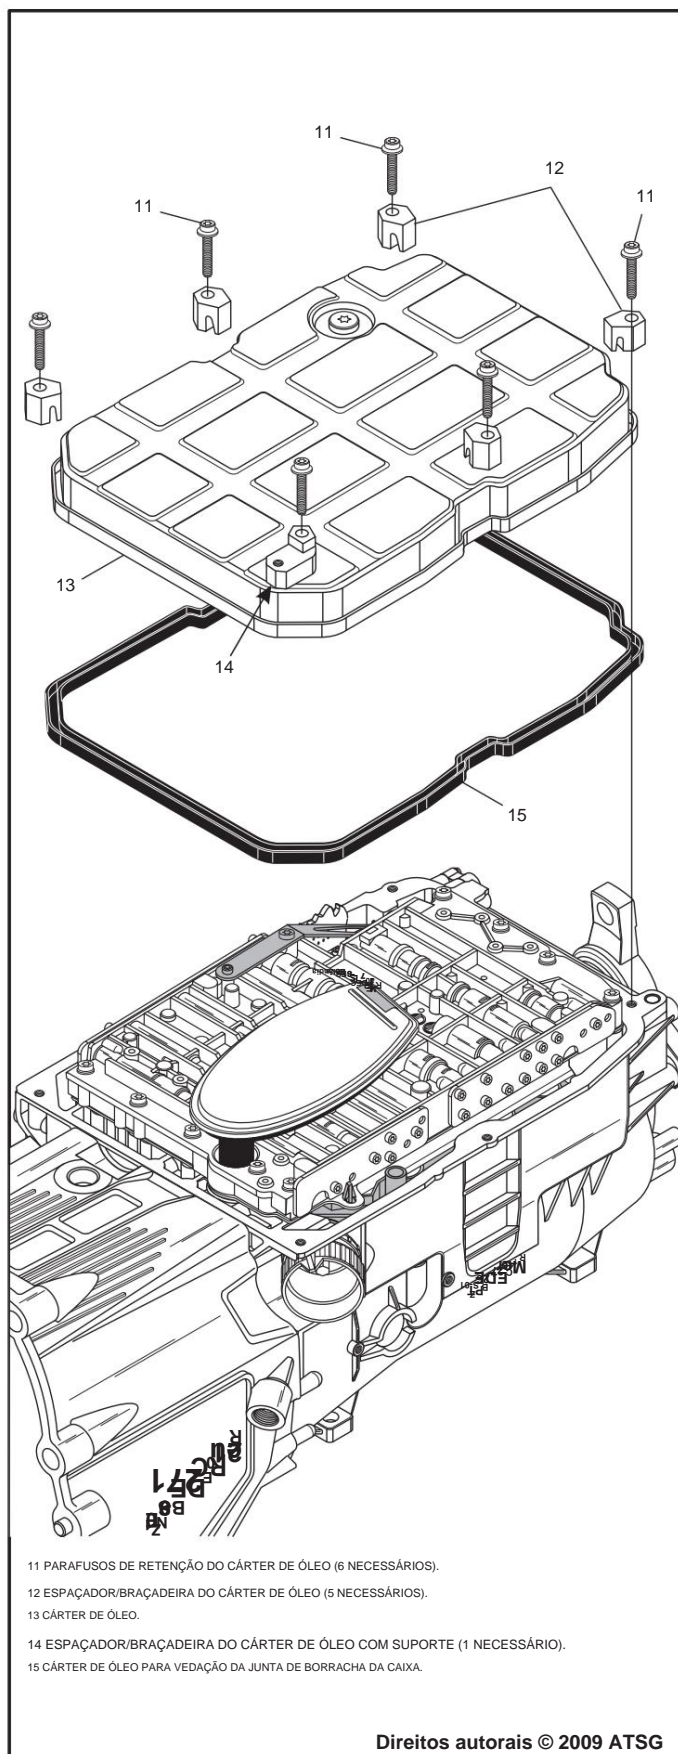

Figura 45
15. Gire a transmissão para que o prato inferior fique voltado para cima, conforme mostrado na Figura 45.
16. Remova os seis parafusos do cárter e os espaçadores, conforme mostrado na Figura 45.
17. Remova o cárter, remova e descarte o cárter junta de borracha, conforme mostrado na Figura 45.